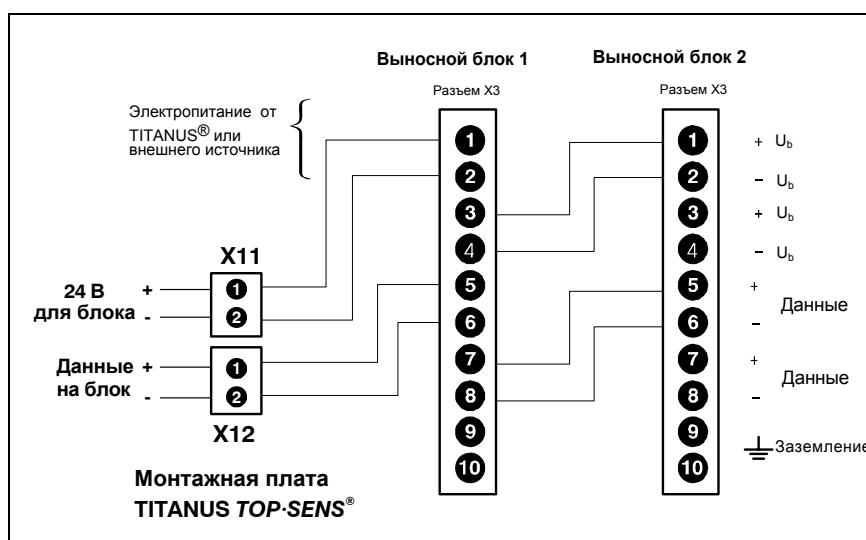

Рис. 5.30: Подключение блока индикации к TITANUS TOP · SENS®
3. Выполните электрическое подсоединение в соответствии с Рис. 5.30.